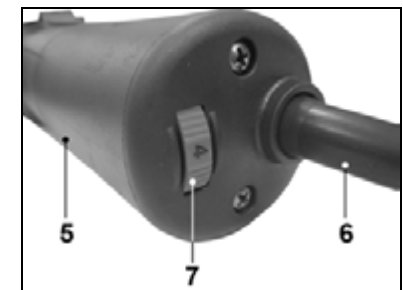

Рис. 7.
7.4. Изменение частоты вращения шпинделя (Рис. 7).